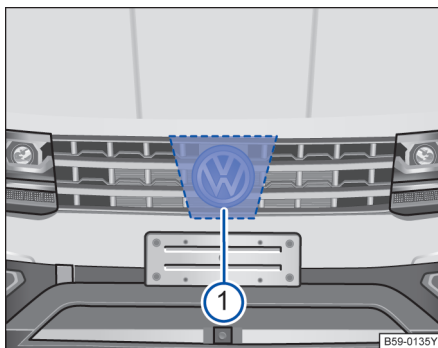

图 183 VW 标志后方的散热器格栅内：雷达传感器
①
为探测交通情况，VW 标志后方的散热器格栅内安装有一个雷达传感器→图 183 ①。因此可识别最远约 100 m 的前车。
雷达传感器前方和四周的区域→图 183 不得被贴签、附加大灯、牌照装饰框或其他类似物体遮盖，因为这样做可能会影响车前测距监控系统的功能。